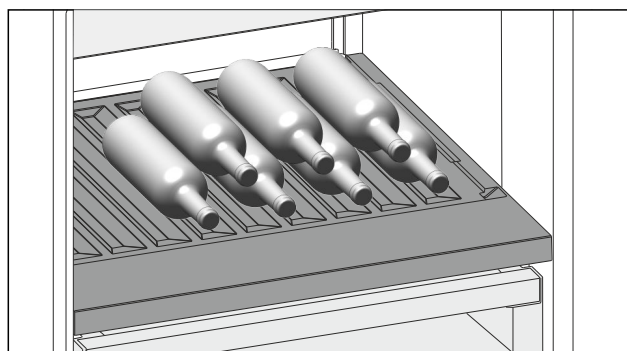

Fig. 111
- ▶ A palackokat az aljukkal hátrafele helyezze a hátfalhoz. (lásd Fig. 111)